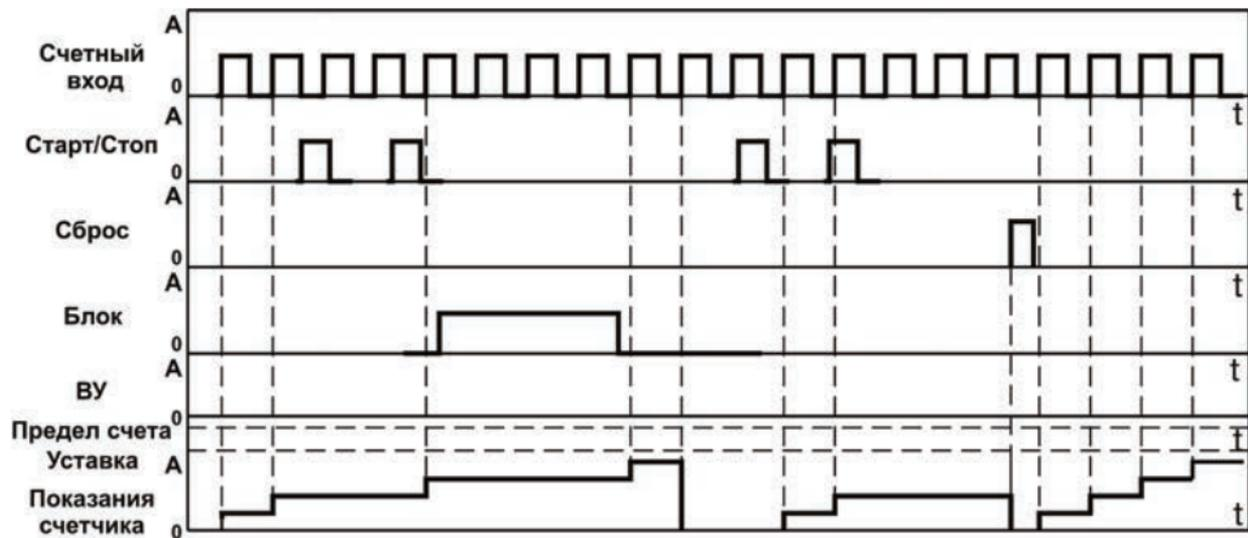

Рисунок 3.8
- тип работы по сигналу «Сброс» – «Сбросить счетчик и продолжить счет» ($rSt = Cont$) (рисунок 3.8).